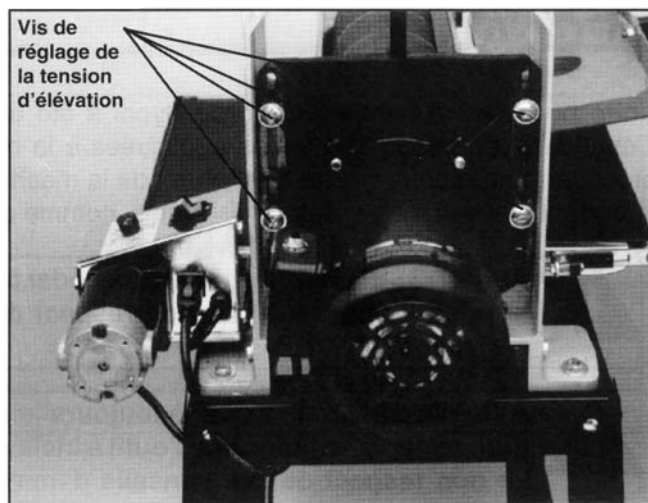

Figure 9
1. Vérifier le bon serrage des vis de réglage de la tension d'élévation (figure 9). Le degré de serrage de ces vis doit être réglé de façon à permettre des réglages progressifs de hauteur, tout en assurant un serrage suffisant pour limiter la déflexion du tambour. Si les vis sont trop desserrées, le tambour se déformera légèrement pendant la marche normale, ce qui engendrera une surface inégale de ponçage. Si les vis sont trop serrées, il sera trop difficile de procéder aux réglages de hauteur du tambour de ponçage.